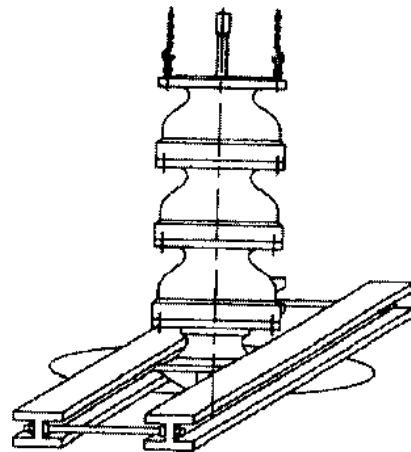

Рисунок 7
2. Поместить две двутавровые опоры поперек отверстия плиты основания, достаточно прочные, чтобы выдерживать вес всего насоса в сборе. Эти двутавровые балки должны быть соединены резьбовыми шпильками и гайками так, чтобы прочно прижимать их друг к другу для опоры насоса. (См. рисунок 7).
6. Прикрепить стропу к подъемным зажимам, рым-болтам или подъемной скобе и поднять ее в положение над отверстием основания. (См. рисунок 7).